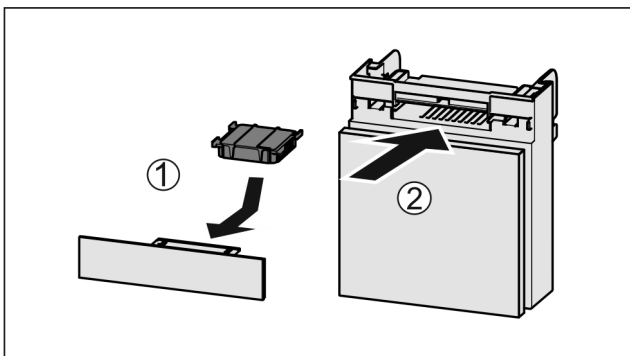

Fig. 93
- ▶ Aktivkohlefilter nach Abbildung einsetzen Fig. 93 (1).
- ▶ Fach einschieben Fig. 93 (2).